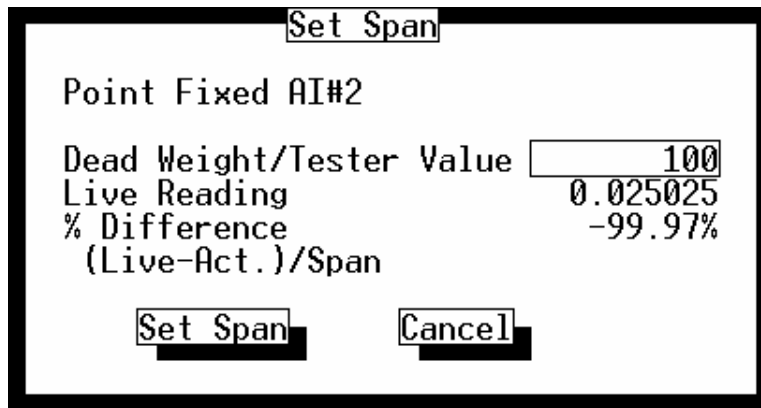

Figura 3-11. Ajuste de Span
12. Calibre o valor de Span (100% de variação) para Pressão Diferencial (somente orifício), Pressão Estática ou Temperatura. Entre **Peso Morto/Valor de Teste** (em unidades de engenharia) e pressione o botão **Ajuste de Span**. Observe a figura 3-11 e a Seção 3.3.4.2, Ajuste de Span na página 3-15